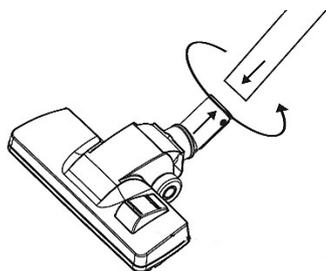

Abb. 9: Montage der Bodenbürste
Schritt 6: Verbinden Sie das Saugrohr mit der Bodenbürste (Abb. 9) oder einem anderen gewünschten Werkzeug. Drehen Sie das Saugrohr dabei um eine feste Verbindung herzustellen.